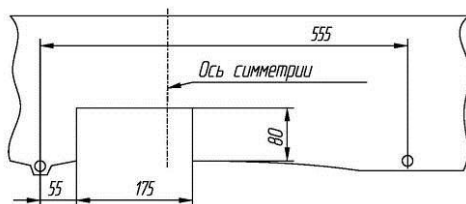

Рис.2.
- Вырезать в бампере фрагмент (см. Рис.2) и установить бампер на место;